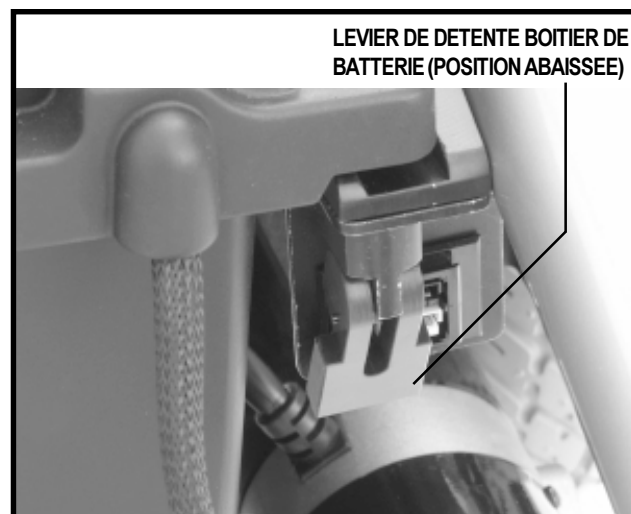

Figure 12. Levier de détente boîtier batterie arrière
9. Pesez sur les leviers de détente des boîtiers à batterie. Voir la figure 12.